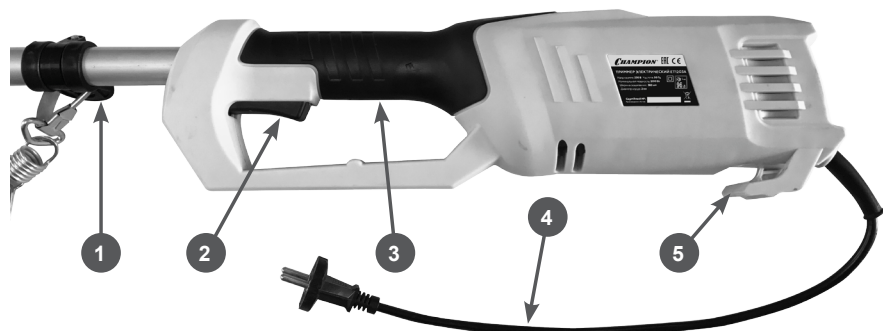

Рис. 2 Основные узлы и органы управления (корпус электродвигателя)
5. Возьмите триммер правой рукой за рукоятку управления 3 (Рис. 2), а левой за рабочую рукоятку 7 (Рис. 1). Установите рабочую рукоятку в наиболее удобное для Вас положение, после чего затяните барашковую гайку.
6. Наденьте подвесной ремень и подвесьте триммер за карабин, закрепив его на скобе подвеса ремня 1 (Рис. 2). Удерживая рукоятки обеими руками, поддерживайте триммер так, чтобы режущая гарнитура располагалась параллельно поверхности земли. Отрегулируйте длину ремня таким образом, чтобы режущая гарнитура располагалась и оставалась параллельно поверхности земли на расстоянии 10-30 см от поверхности земли, в зависимости от высоты кошения, которую Вы выберете.
Во избежание преждевременного выхода кабеля включения из строя закрепите удлинитель с помощью крючка 5 для крепления кабеля (Рис. 2). Для этого сделайте на конце удлинителя петлю длиной 20–25 см, вставьте ее в прорезь в крючке для крепления кабеля, протяните оставшийся кабель через петлю, после чего затяните петлю.
Для включения триммера нажмите на кнопку 2 выключателя (Рис. 2).